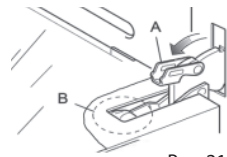

Рис. 21
- Полностью откройте защелки петель А на левой и правой петле (Рисунок 21).